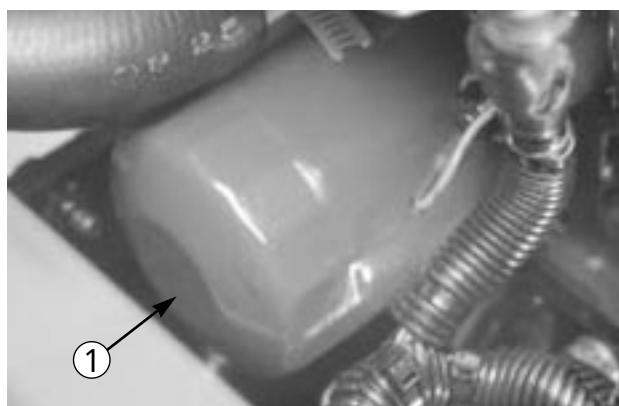

図 49
- 2. 古いフィルタ (図49) を取り、新しいフィルタに薄くオイルを塗って取り付ける。締めすぎ厳禁。
燃料フィルタ（図49）の水抜きは毎日おこなってください。